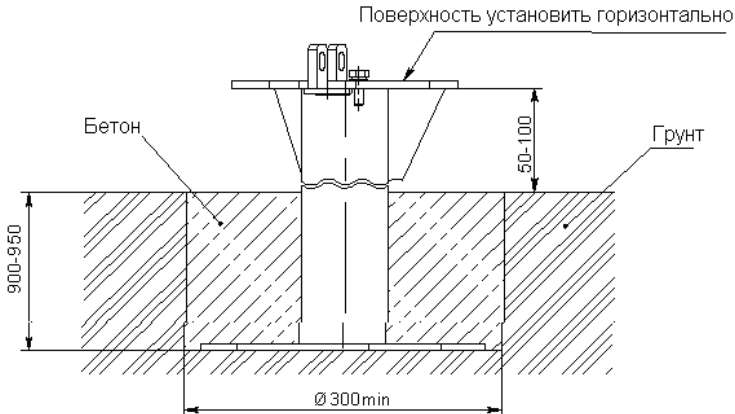

Рисунок 3.5 - Установка опоры мачты
- б) забетонировать в грунт опору мачты, рисунок 3.5;